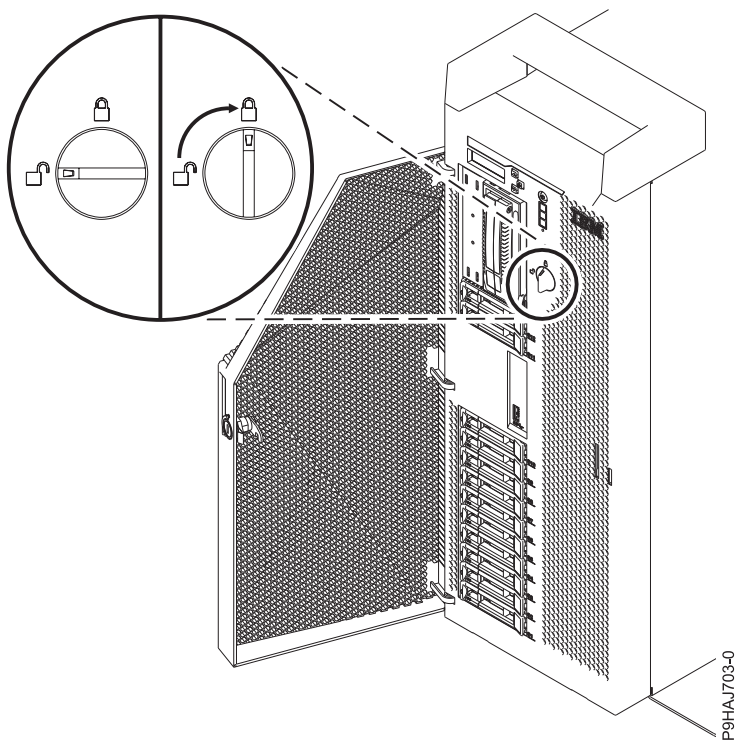

Figure 24. Fermeture du loquet de couvercle avant
4. Tournez le loquet du couvercle vers la droite (dans le sens des aiguilles d'une montre) afin de verrouiller le couvercle. comme illustré dans la figure 24, à la page 42. Vertical correspond à la position verrouillée ; horizontal correspond à la position déverrouillée.